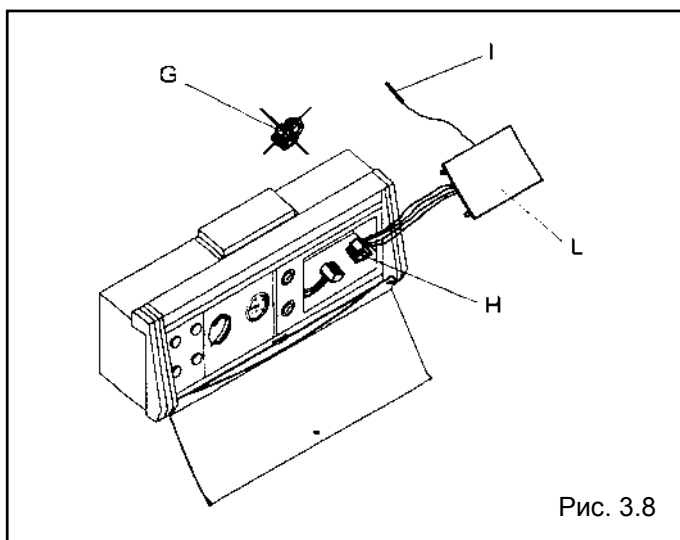

Рис. 3.8
- выньте 12-полюсный штекер G, находящийся внутри панели управления и вставьте 12-полюсный штекер H платы SPT96-01 (рис. 3.8);
- проведите датчик I термостата загрузки бойлера с 6 контактами в одно из отверстий, предусмотренных в корпусе панели управления (рис. 3.8);